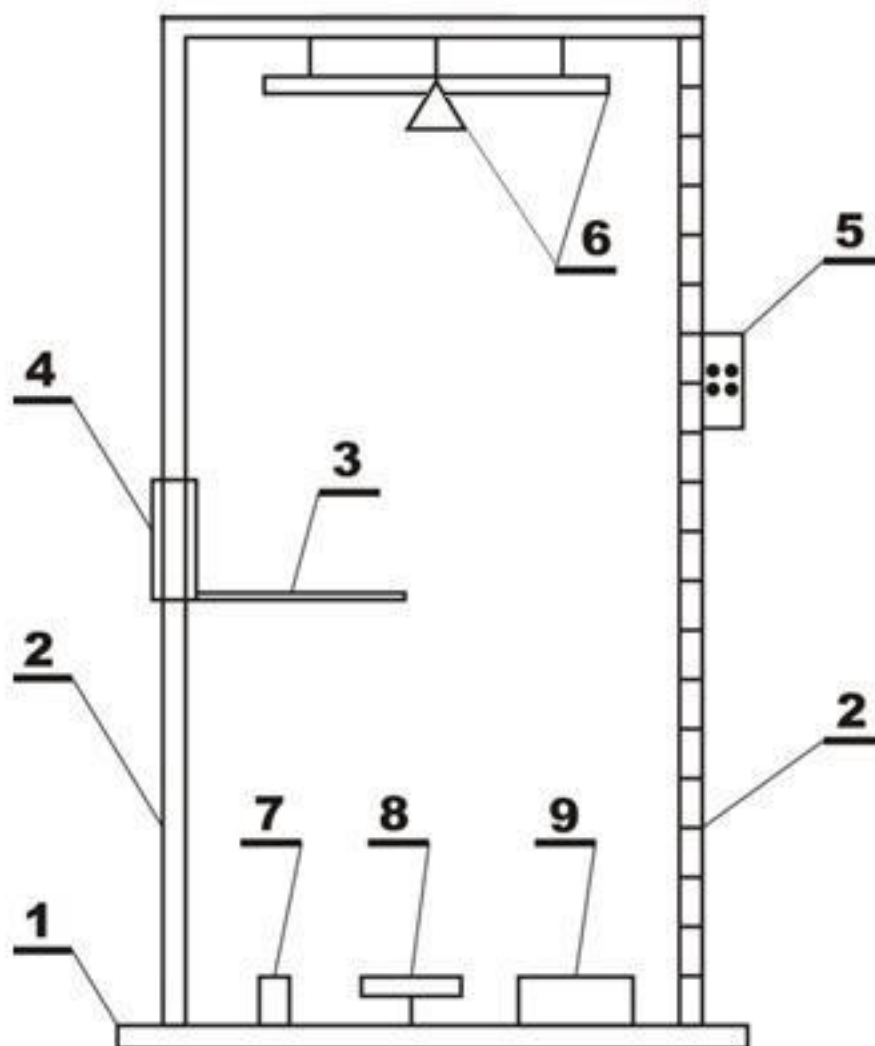

Рис. 1. Схема внешнего вида осветительной установки
1. Включите лабораторную установку регулятором напряжения на панели управления 5 (рис. 1).
3. Разместите ЛП по центру площадки (рис. 1(3)).
4. Площадку (3) при помощи передвижной втулки установите на отметке 0 см.
5. Регулятором напряжения (8) установите напряжение по заданию преподавателя (в диапазоне от 50 до 260 В).
8. Опуская площадку (3) с ЛП, измерьте освещенность при расположении датчика на высотах от 10 до 170 см.
3. Разместите ЛП по центру площадки (3).
4. Площадку (3) при помощи передвижной втулки установите на отметке, заданной преподавателем (в диапазоне от 0 до 170 см).
5. Регулятором напряжения (8) установите напряжение 260 В.
6. Включите лампу накаливания выключателем (5).
8. Уменьшая напряжение с интервалом 10 В (260 В, 250 В, 240 В...) поворотом регулятора (8) против часовой стрелки произведите измерение освещенности при различных напряжениях.